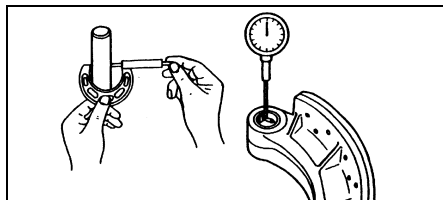

Рисунок 5. Проверка зазора между анкерным пальцем и втулкой колодки.
Установка (рисунок 5)
3. Проверьте зазор между анкерным пальцем и втулкой колодки (рисунок 5). Номинальный зазор 0,25 мм